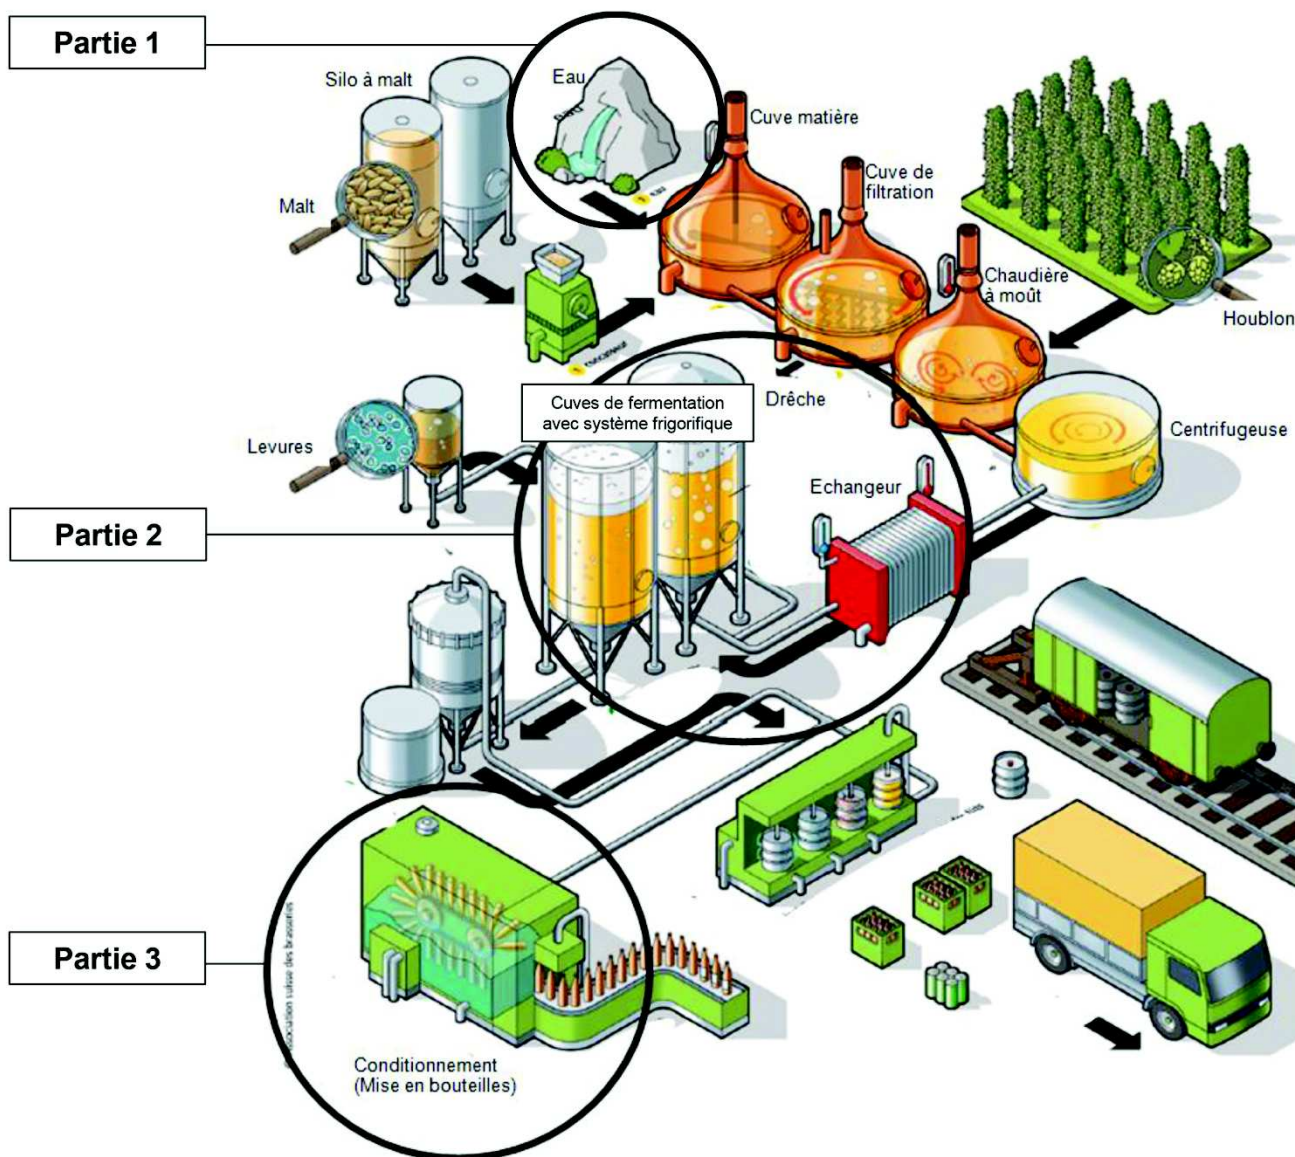

Figure 1 : Extrait d'une brochure professionnelle
1.1. À l'aide de la **figure 1 page 2**, citer les matières premières utilisées dans la fabrication de la bière.